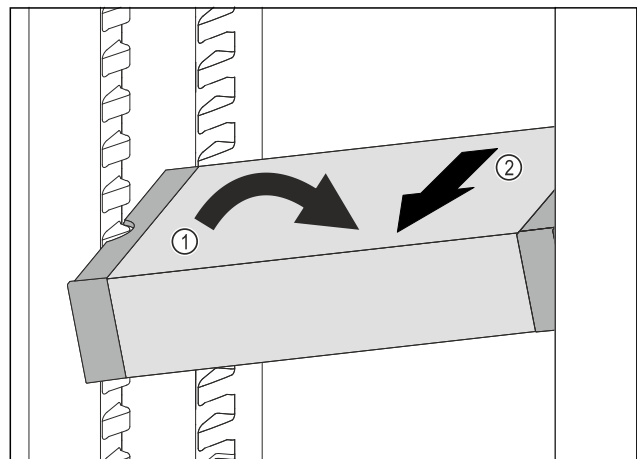

Fig. 111
- ▶ Incliner le VarioSafe dans la partie réfrigérateur. Fig. 111 (1)
- ▶ Sortir le tiroir VarioSafe par l'avant. Fig. 111 (2)